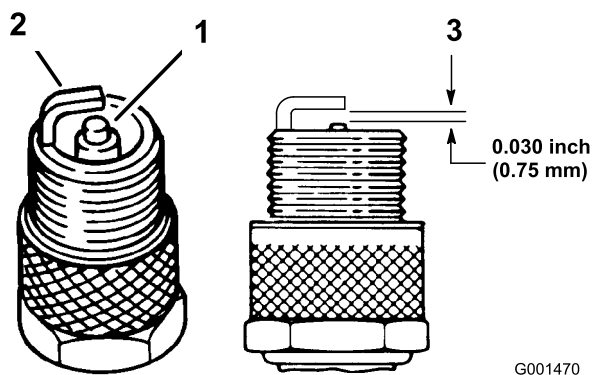

Figura 28
1. Mire la parte central de las bujías (Figura 28). Si se observa un color gris o marrón claro en el aislante, el motor está funcionando correctamente. Si el aislante aparece de color negro, significa que el limpiador de aire está sucio.
3. Compruebe la separación entre los electrodos central y lateral (Figura 28). Si la distancia no es correcta, doble el electrodo lateral (Figura 28).